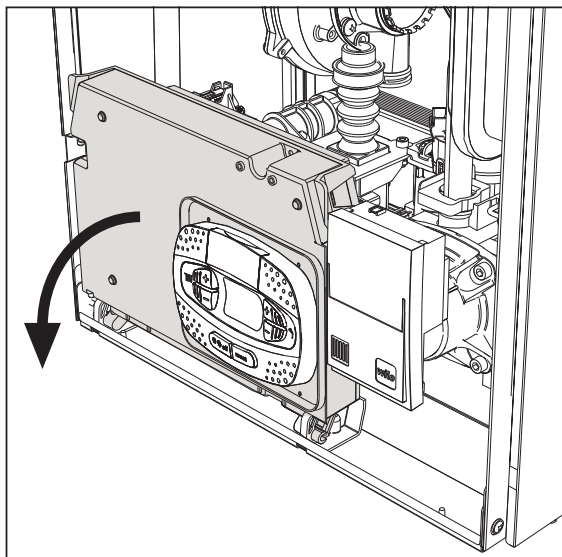
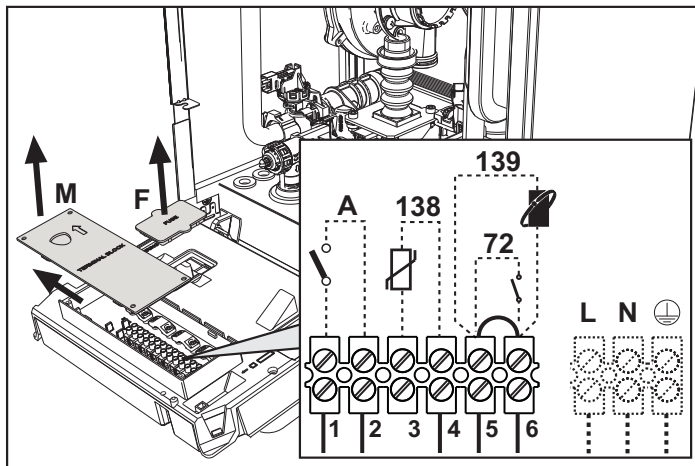

рис. 19
рис. 20
После снятия передней панели (*** 'Открытие передней панели' on page 81 ***) можно получить доступ к клеммной колодке (M) и предохранителю (F), действуя согласно нижеприведенным указаниям (рис. 19 и рис. 20). **Клеммы, указанные на рис. 20, должны иметь чистые контакты (не 230В).** Расположение зажимов и их назначение показаны также на электрической схеме на рис. 62.